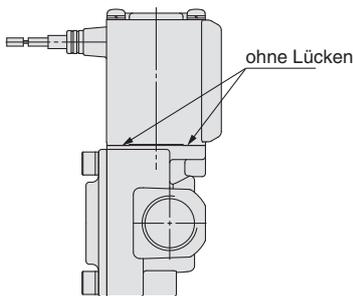

Abb. 1
- 2) Die Spule gegen das Gehäuse drücken und die Schrauben diagonal um mind. 2 Umdrehungen fest ziehen (Abb. 2), so dass keine Lücken zwischen der Spule und dem Gehäuse vorhanden sind (Abb. 1).
\* Nach dem Festziehen der Schrauben sicherstellen, dass keine Lücken zwischen der Spule und dem Gehäuse vorhanden sind (Abb. 1).